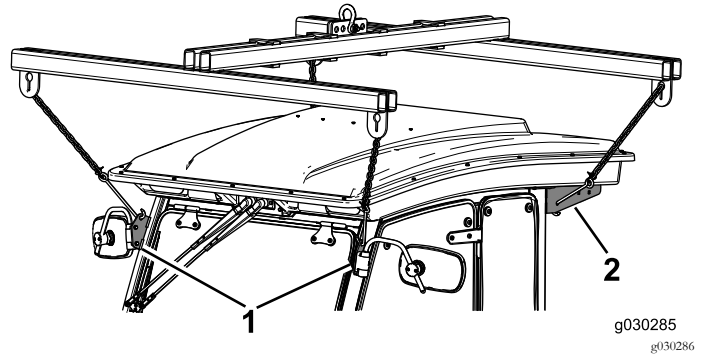

Figure 17
2. Attachez le palan de cabine aux 4 points de levage sur la cabine (Figure 17).